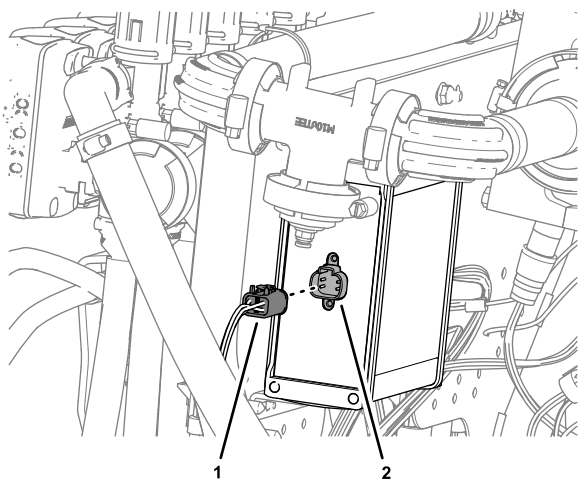

图135
4. 将标有至 ASC 10 的 4 插槽接头插入 ASC 10 喷洒控制器的 4 针接头图135。